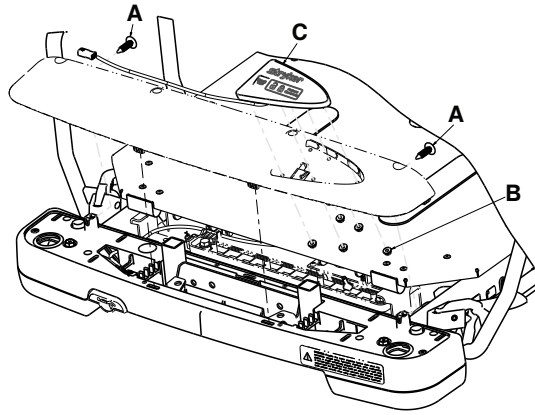

Figure 35 – Remplacement de la carte de verrouillage de la commande de l'opérateur
4. À l'aide d'un tournevis à fente, retirer les deux fixations du panneau (A) (Figure 35). Conserver les fixations de panneau.